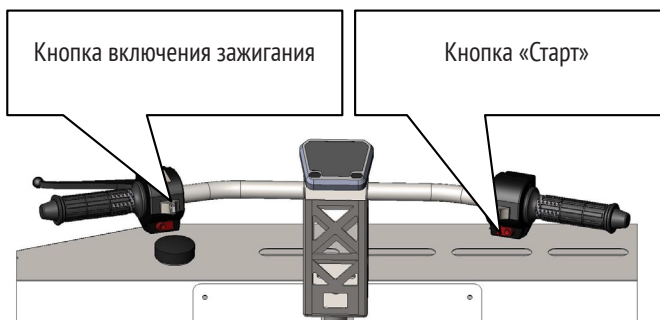

Рис. 3.3.1. Управление запуском двигателя
1. Переключитесь на нейтральную передачу (N).
2. Включите кнопку зажигания в позицию «Он/Включено» (См. Рис. 3.3.1.). При непрогретом двигателе закрыть заслонку подсоса (вытянув подсос на себя).